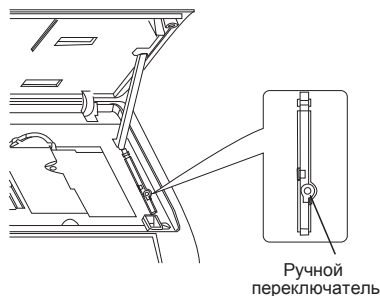

Рис. 5.5
5.5.1 В случае утери ПДУ или выхода его из строя кондиционер управляется при помощи кнопки переключателя рис. 5.5.
- Для извлечения батареек, при замене, необходимо сдвинуть крышку пульта управления в направлении стрелки (см. рисунок 5.5) извлечь батарейки и установить новые.